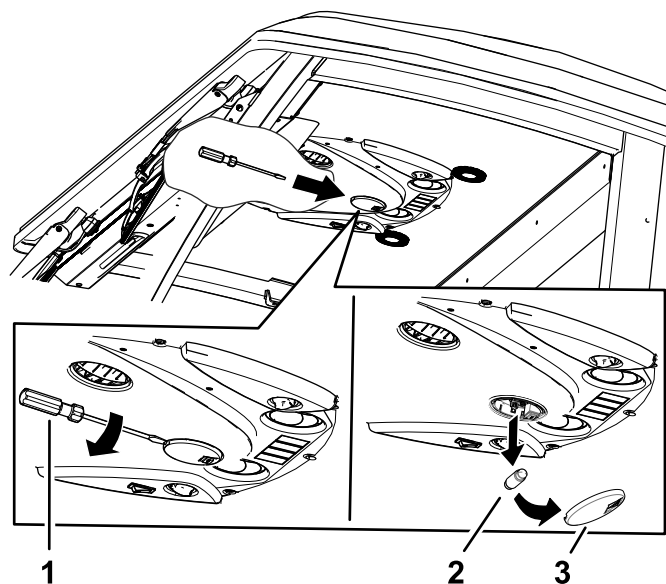

Figura 90
1. Utilize uma chave de fendas para remover a lente da luz do painel de controlo (Figura 90).
2. Retire a lâmpada da base da luz (Figura 90).